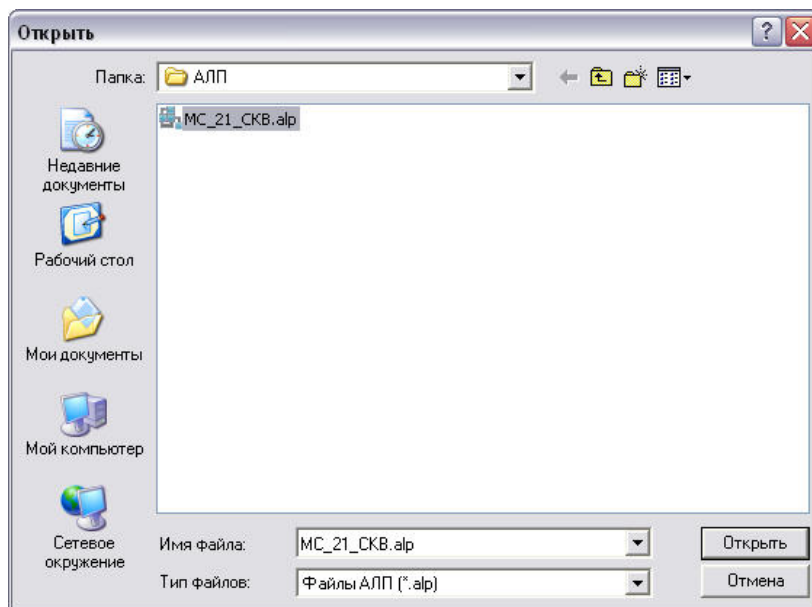

Рис. 1-8
- В поле **Имя файла** укажите путь к файлу, из которого добавляется проект по системе. Для этого нажмите на кнопку  и в появившемся окне **Открыть** укажите путь к файлу (рис. 1-8).